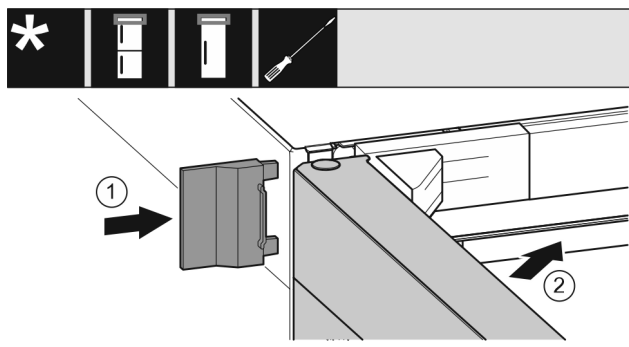

Fig. 43
- ▶ Надвиньте внешнюю крышку Fig. 43 (1).
- ▶ Закройте верхнюю дверь Fig. 43 (2).